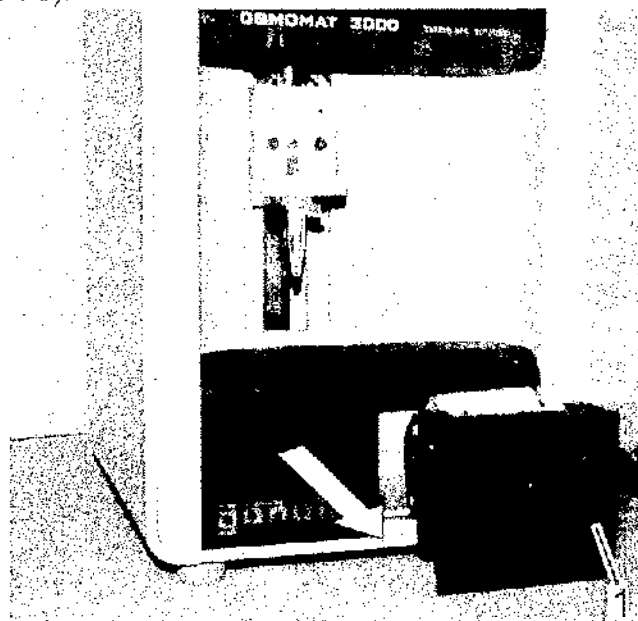

Рис. 94: Извлечение принтера
2. Извлечь принтер (рис. 94/1).